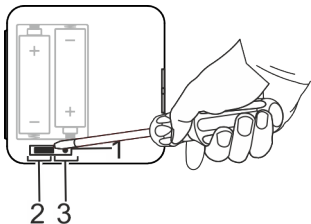

Fig. 7: Levage du cavalier
2. Lever le cavalier (Fig. 7/1) dans le couvercle du boîtier avec un tournevis plat.
3. Enfiler le cavalier (Fig. 7/1) sur la position PID (Fig. 7/3).